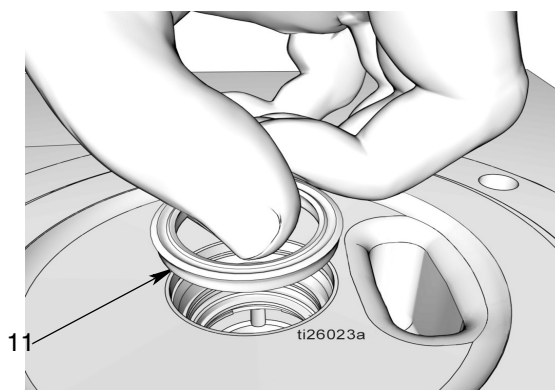

FIG. 39
- h. Monter le joint (11), avec les lèvres orientées vers le haut, comme indiqué à la FIG. 39.